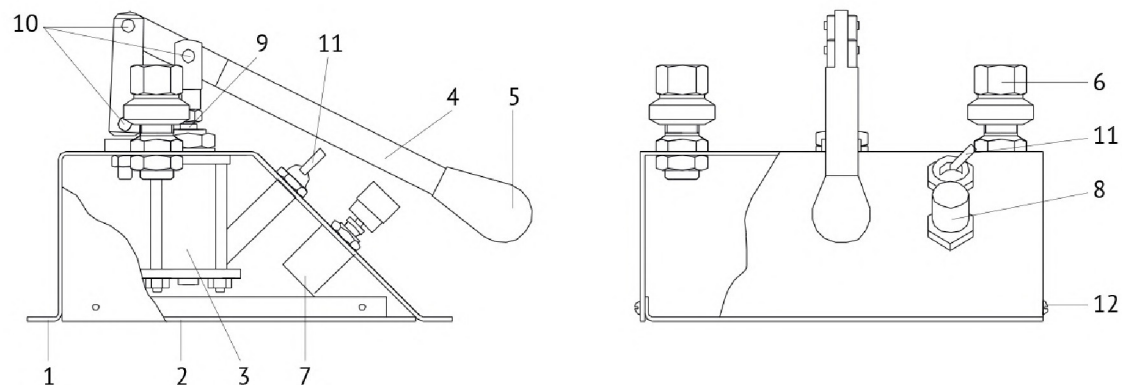

Рис. 1. Внешний вид ПУСК:
Ежедневное техническое обслуживание: произведите внешний осмотр, очистите от загрязнений и пыли сухой чистой ветошью. Проверьте наличие смазки на поверхности штока 9 (рис. 1) и в шарнирных соединениях 10. При её отсутствии или недостаточном количестве произвести смазывание соединений 10 консистентной смазкой ЛИТОЛ — 24 ГОСТ 21150-87, а поверхность штока 9 консистентной силиконовой смазкой (не аэрозоль).
- открутите винты 12 (рис. 1) и осторожно снимите нижнюю крышку 2;